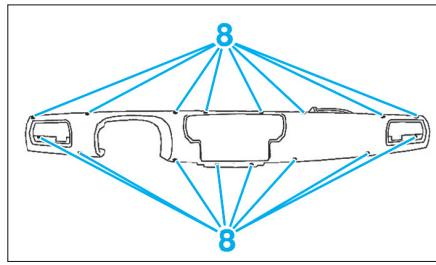

Fig. 13
- Déposer les 16 vis de fixation (8) de la coiffe de planche de bord (Fig.13).